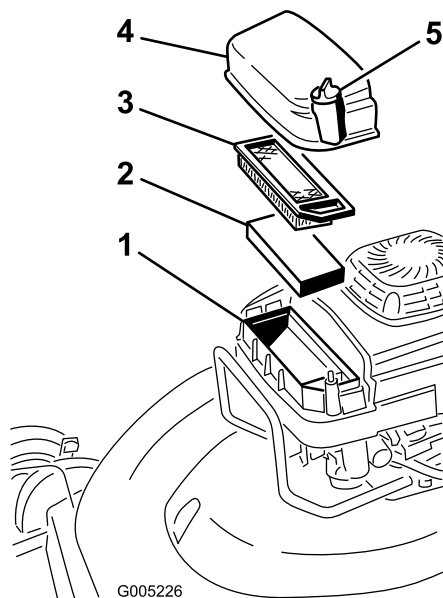

Figure 21
3. Retirez la vis de fixation du couvercle du filtre à air (Figure 21).
4. Enlevez le couvercle et nettoyez-le soigneusement (Figure 21).
5. Enlevez et jetez l'élément en papier (Figure 21).